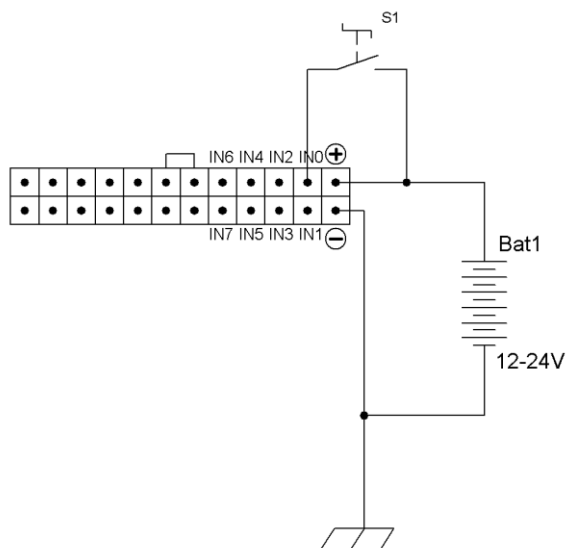

Рисунок 8. Схема подключения ТК с подачей плюсового потенциала
1. **тревожная кнопка с подачей плюсового потенциала** (Рис. 8) - нажатие тревожной кнопки вызывает подачу плюсового потенциала источника питания на один из ДАВ терминала;